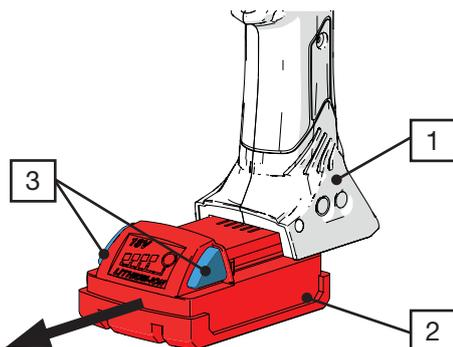

Fig. 18: Rimozione della batteria
- ▶ Premere i pulsanti (Fig. 18/3) e rimuovere la batteria (Fig. 18/2) dalla pinza di serraggio CP 10 / CP 20 / CC 20 (Fig. 18/1).